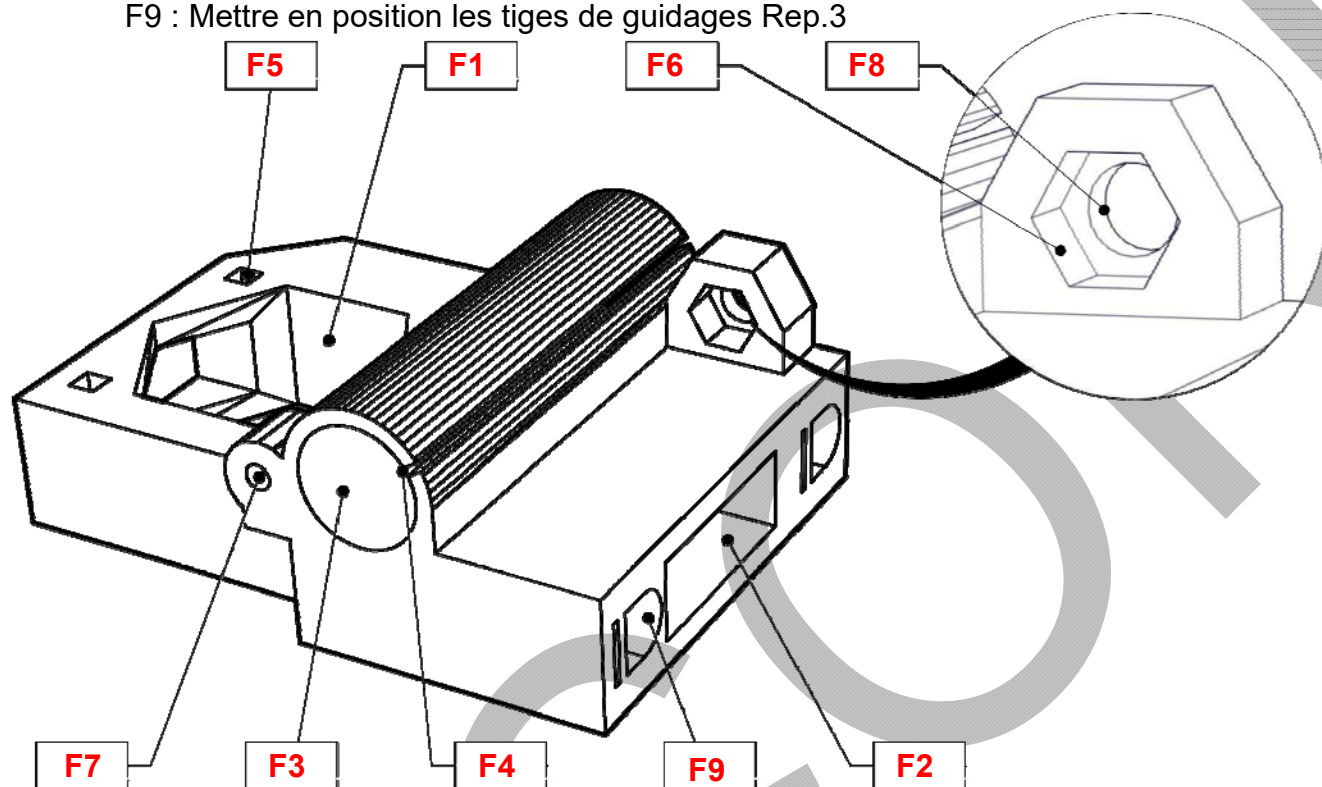

Figure 1
**Identifier** sur la figure 1 ci-dessous les Formes fonctionnelles (F1 à F9) permettant de remplir les fonctions techniques suivantes :